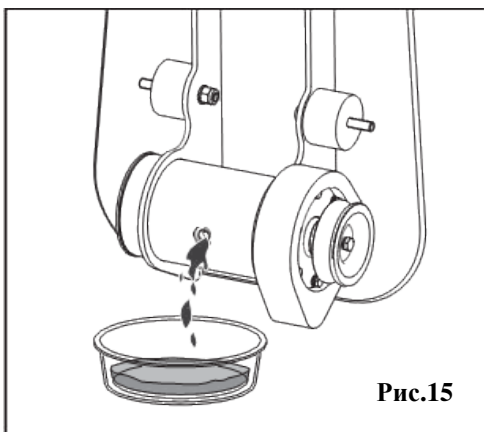

Рис.15
- Відкрийте кришку корпусу вібратора. Переверніть корпус так, щоб олива стекла з вібратора. Огляньте оливу на предмет металевої стружки, щоб уникнути проблем у майбутньому (Рис. 15).